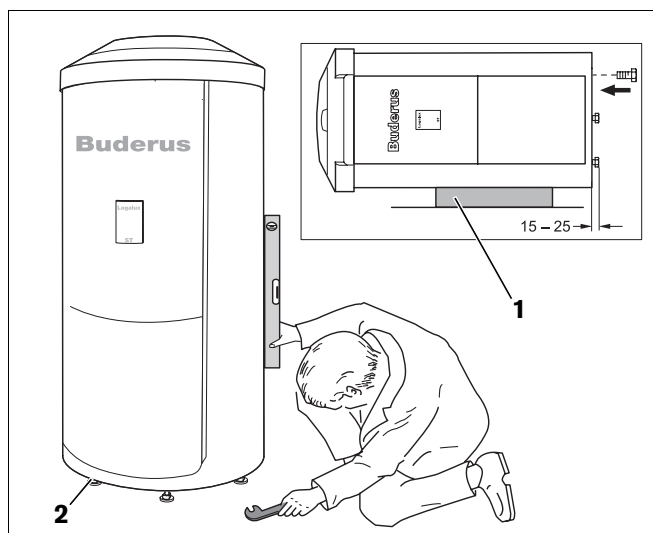

Fig. 5 Mise en place verticale du préparateur d'eau chaude sanitaire
- Poser le rembourrage du couvercle (fig. 5, **pos. 1**) sur le sol.
- Visser les 3 pieds réglables joints à la livraison (fig. 5, **pos. 2**) 15 – 25 mm.